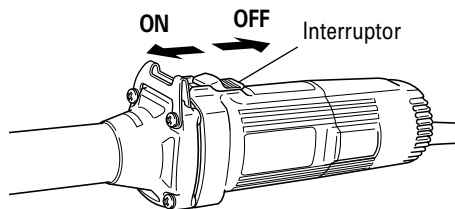

Fig. 5
1. Encendido y apagado (Fig. 5)